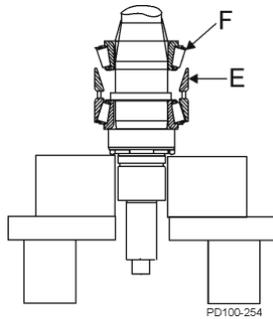

Abbildung 51 - Obere Schale und oberer Konus
7. Setzen Sie die obere Schale (Abbildung 51, Pos. E) auf das äußere Distanzstück.
8. Schmieren Sie den übrigen oberen Konus und den Rollenbausatz (Abbildung 51, Pos. F) mit Öl oder Fett und schieben Sie ihn über die Welle, der Rollenradius zeigt nach oben. Drücken Sie ihn auf die Welle und in die obere Schale.